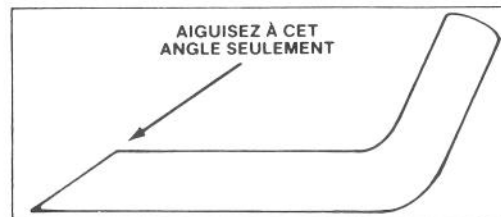

Figure 21
6. **AIGUISAGE DE LA LAME** – A l'aide d'une lime, aiguissez le tranchant aux deux extrémités de la lame (Fig. 21). La lame restera équilibrée si vous enlevez la même quantité de métal des deux extrémités de la lame.
6. **AIGUISAGE DE LA LAME** – A l'aide d'une lime, aiguisiez le tranchant aux deux extrémités de la lame (Fig. 21). La lame restera équilibrée si vous enlevez la même quantité de métal des deux extrémités de la lame.